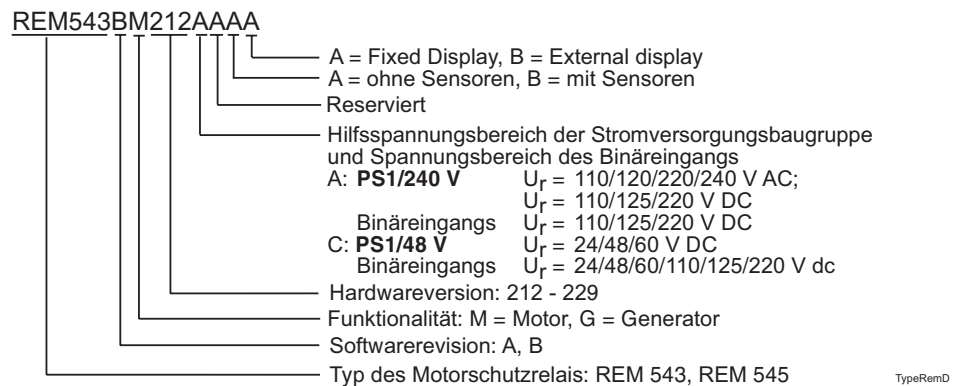

Fig. 6.1.-1 Bestellnummer für REM 54_
- Bestellnummer (siehe nachstehende Abbildung 6.1.-1)
Jede Schutz- und Feldsteuergerät REM 54_ hat eine besondere Bestellnummer, die den Typ des Gerätes sowie die Hardware und die Software angibt, wie in nachstehender Abbildung 6.1.-1 beschrieben. Die Bestellnummer ist auf dem Markierungstreifen an der Frontplatte des gelieferten Schutz- und Feldsteuergerätes wiedergegeben. Beispiel: Order No: REM543BM212AAAA.